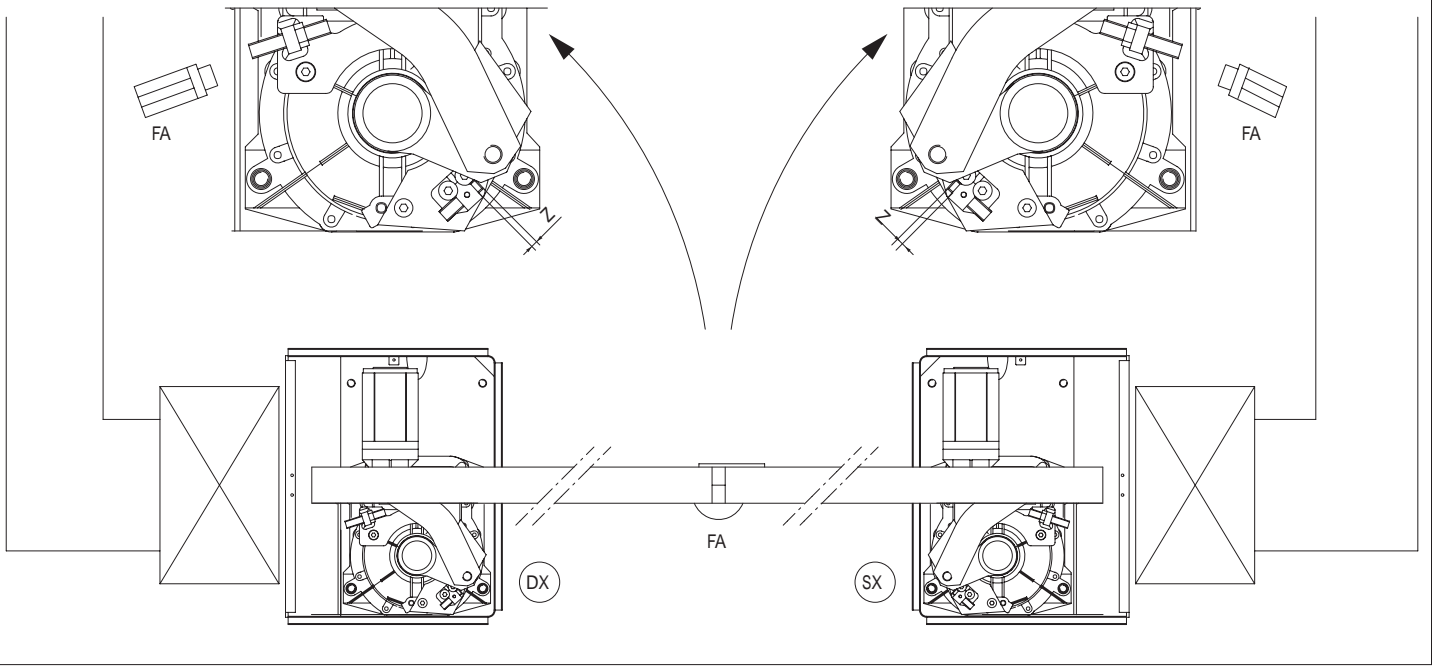

Рис. 9
- Установите рычаги на трубу А как указано на рис. 9. Если высота смонтированных рычагов недостаточна, то установите дополнительно прокладку S как на рис.5.
• Закрепить пластину на моторедукторе 4 винтами как на рис. 6В. После установки моторедуктора в корпус подсоедините блок управления, чтобы иметь возможность переместить ручку на выходе и затем закрутите 2 винта М8 (рис. 9).
• Моторедуктор крепится в корпусе в положении, указанном на рис. 9 с использованием 4-х ранее снятых гаек.
• Пропустите кабель счетчика концевиков так, чтобы крылышки прямо касались подвижных частей (рис.9).
• Смажьте втулку, в которой проходит труба А, а также втулки ручки рис.9.
- После 8000 маневров или каждые 5 лет заменяйте упор В рис. 9, тщательно очищайте посадочное место и заменяйте полностью старую смазку на новую.